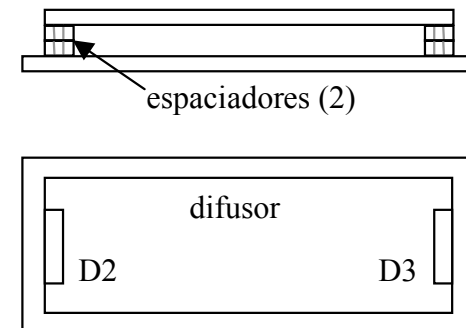

Figura 5-10
- El elemento de iluminación debe situarse entre los agujeros de montaje etiquetados D2 y D3 (Figura 5-10). *El difusor debe estar paralelo a la PCI y separado 3 mm (1/8") de esta.* Para mantener los espaciadores y el elemento de iluminación en su lugar utilice una goma elástica o doble ligeramente los terminales de cada extremo.